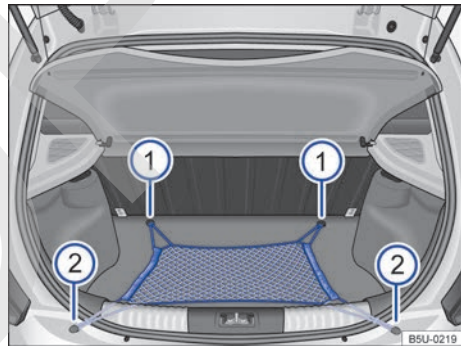

Fig. 75 En el maletero: red para equipaje.
Encajar las asas de la red para equipaje → fig. 75 ① y ② en los ojales existentes en el maletero.